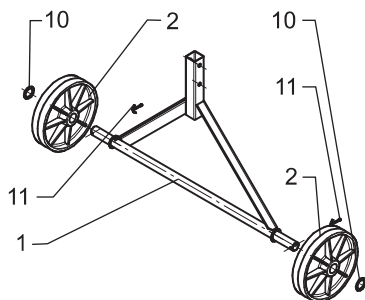

Рис. 4
1. Установите на оси колесной опоры поз. 1 (рис. 4) два колеса поз. 2 с двух сторон. Затем наденьте на ось шайбы поз. 10 и зафиксируйте с обеих сторон через отверстия шпильками поз. 11. Расшплинтуйте их, используя плоскогубцы.